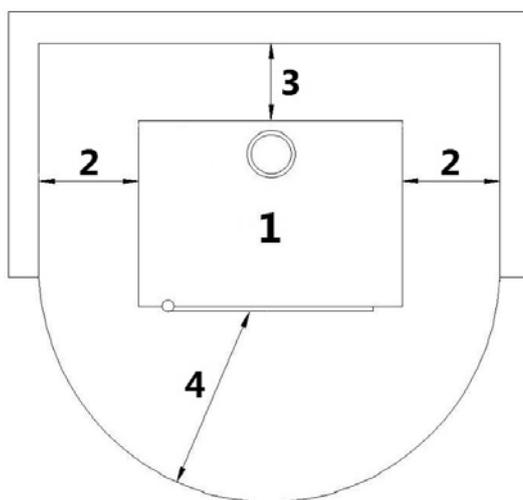

Fig. 21 - Montaje genérico
LEYENDA Fig. 21
- Es aconsejable instalar la estufa separada de eventuales muros y/o muebles, con una cámara de aire mínima de 300 mm a los lados y de 200 mm a la trasera, para permitir un enfriamiento eficaz del aparato y una buena distribución del calor en el ambiente (véase **Fig. 21**).
- Si las paredes son hechas de material inflamable, hay que verificar las distancias de seguridad (véase **Fig. 21**).